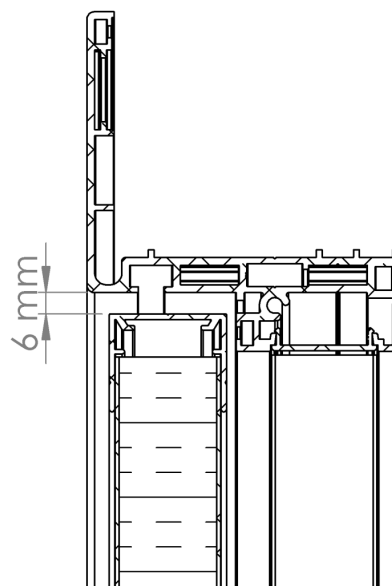

Figure 12
2. Ajuster les jeux haut et bas en ajustant la hauteur des gonds (Fig. 12).